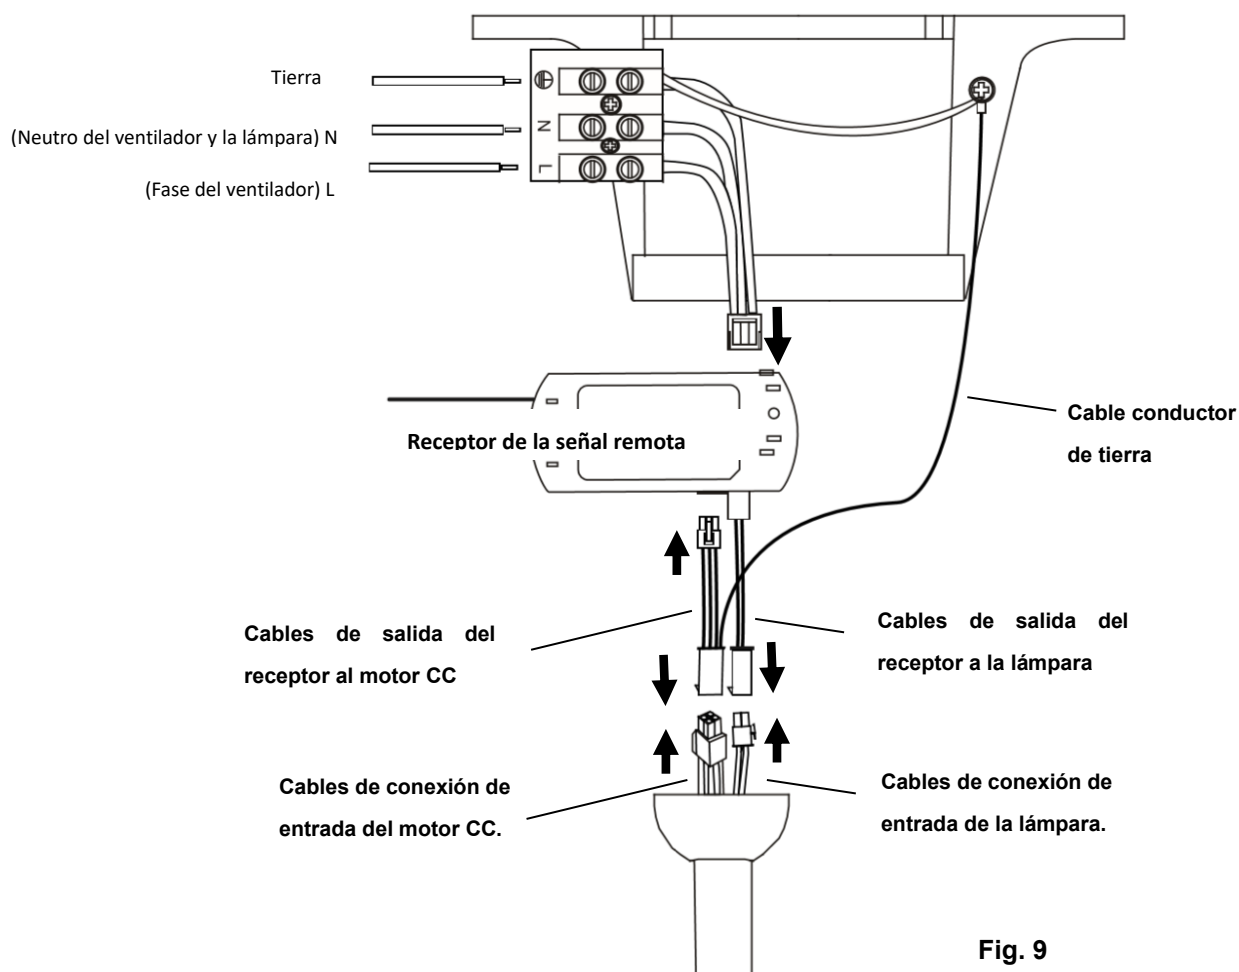

Fig. 9
**DIAGRAMA DEL CABLEADO ELÉCTRICO DEL VENTILADOR****PREPARE Y COMPLETE EL CABLEADO ELÉCTRICO --- DIAGRAMA DEL CABLEADO (Fig. 9)**
**Del suministro de corriente a la clema del soporte de techo: (Fig. 9)**
**Del soporte de techo al receptor y el motor: (Fig. 9)**
5. Conecte los cables de salida del controlador/receptor del motor CC (desde el soporte de techo con el cable de tierra) al conector de salida del controlador/receptor del motor CC **(Fig. 9)**. Conecte los cables de salida del controlador/receptor del motor CC (desde el soporte de techo con el cable de tierra) al conector de entrada del motor del ventilador **(Fig. 9)**.